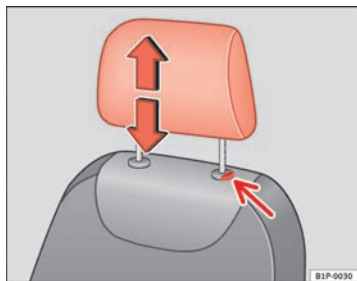

Fig. 88 Ajuste o desmontaje del apoyacabezas
- Pulse la tecla ⇒ fig. 88 (flecha).